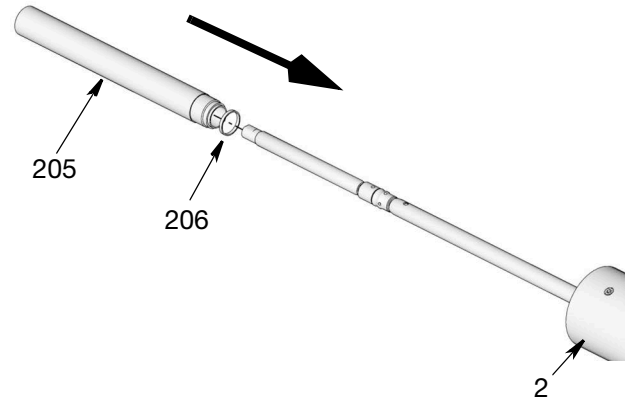

図 41
- ガスケット (206) の周りにグリースのレイヤーを薄くつけます。ガスケットをスペーサーシリンダー (205) の上に取り付けます。図 41. シリンダーの端をポンプアダプタ (2) の底にネジ止めします。ポンプレンチを使って、しっかりと締め付けるまでシリンダーを回します。45~55 ft-lb (61-74 N•m).